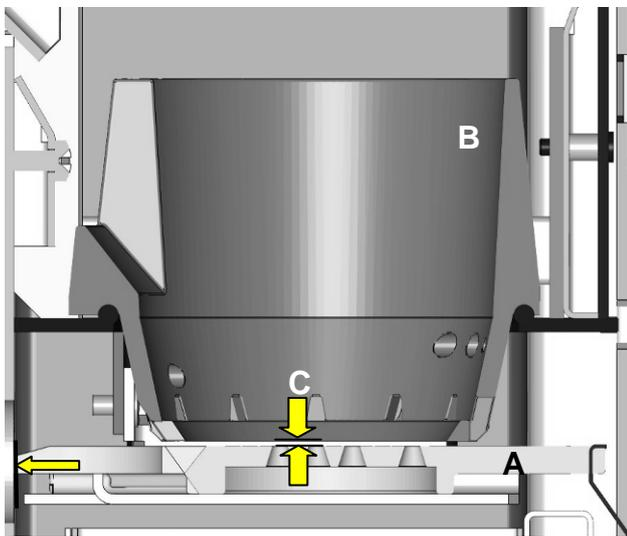

Fig. 77 : coupe grille et pot brûleur
1. Enfoncez toujours la grille en fonte (Fig. 77 partie A) jusqu'à la butée (sans forcer, côté plat vers le haut !), de sorte que la porte ferme correctement.
3. Le bord de la grille en fonte (partie B) doit s'adapter au bord du pot brûleur. Un espace vertical de 1 mm maximum doit être respecté entre la grille en fonte et le pot brûleur Fig. 77 (C).